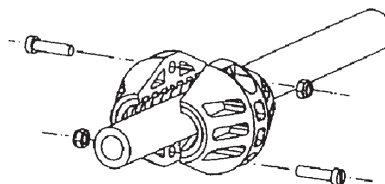

Fig. 7
2. Afloje entonces el tope de manguera y desmóntelo (fig. 7).